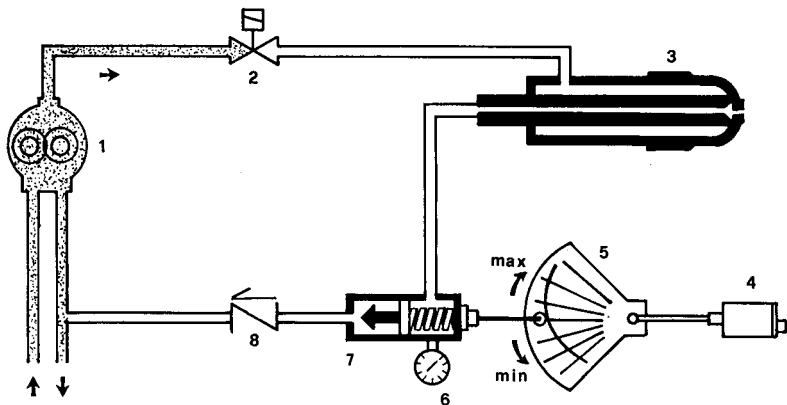

Рис. 28 - Предварительная вентиляция
- 13 Смещать кулачок 4 (малое пламя на жидком топливе) в сторону минимальной мощности, с тем, чтобы сервопривод начал закрываться, до тех пор, пока два подшипничка не совместятся с регулировочным винтом, относящимся к самой низкой точке: закручивать винт **V2** для увеличения расхода, откручивать - для уменьшения, с целью получения значения давления, как на графике на Рис.28, на основании требуемого расхода.